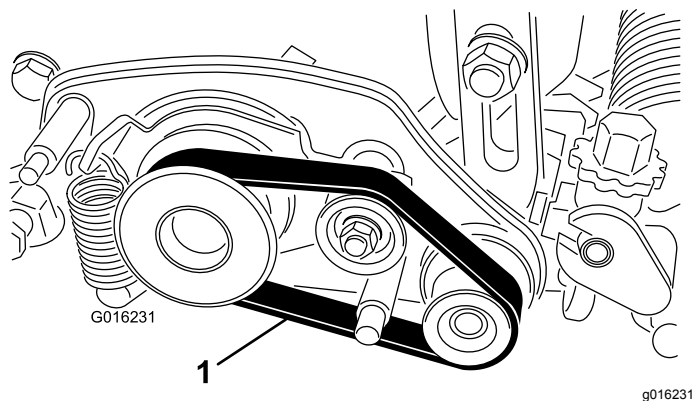

Рисунок 30
2. Снимите ремень с ведущего, натяжного и ведомого шкивов (Рисунок 30).